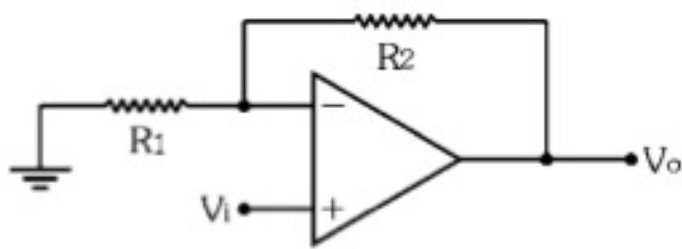

Figura 8.42 - Amplificador n\~ao inversor.
8.2) Determine  $V_{im\acute{a}x}$  para o circuito apresentado na Figura 8.42.